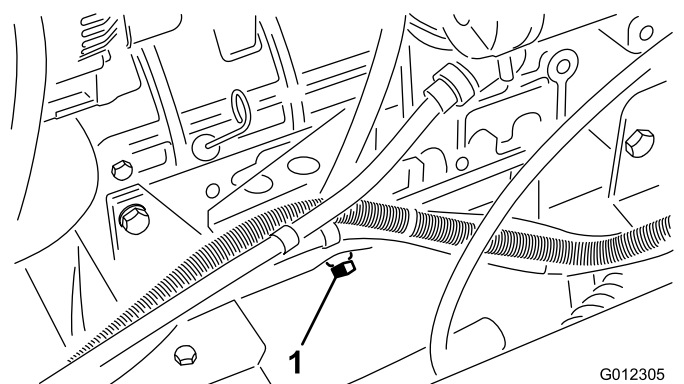

Figure 38
1. Retirez le bouchon de vidange (Figure 38) et laissez couler l'huile dans un bac de vidange.